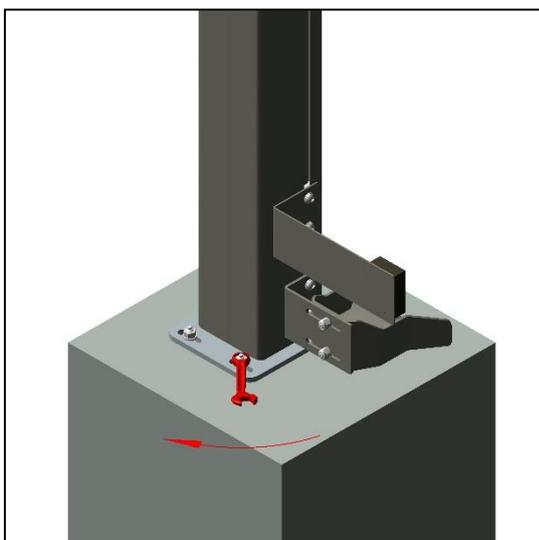

Abbildung 20: Muttern festziehen
12. Alle Muttern festziehen. Siehe *Abbildung 20: Muttern festziehen*.